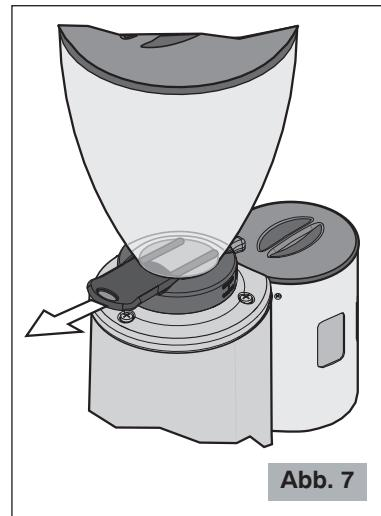

Abb. 7
- ⚠ Vergewissern Sie sich, dass der Kaffeebohnenbehälterverschluss des Kaffeebohnenbehälters vollständig bis zum Anschlag offen ist (letztes Einrasten) (siehe Abb. 7).**